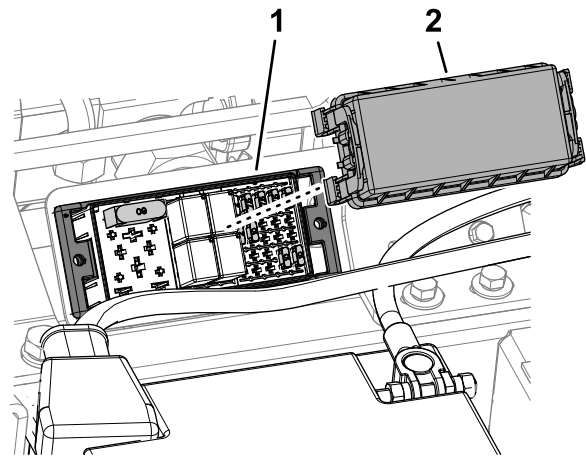

Figura 58
5. Instale a cobertura do bloco de fusíveis (Figura 58).
2. Remova a cobertura do bloco de fusíveis (Figura 58)